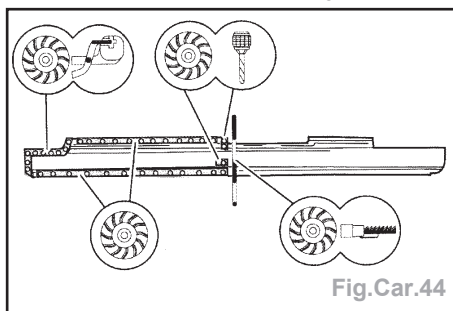

Fig.Car.44
- Faire une coupe avec une scie alternative sur la zone indiquée (Fig.Car.44).